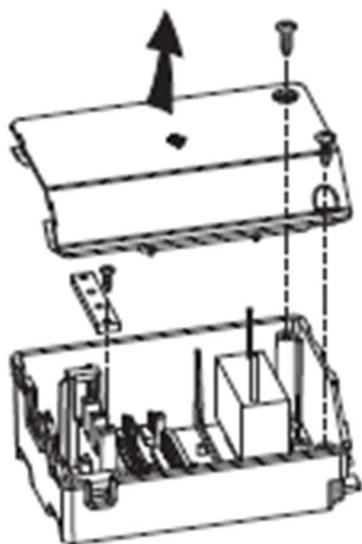

Рис.1
2. Найдите распределительную коробку, открутите винты на её крышке, затем снимите крышку (рис. 1).